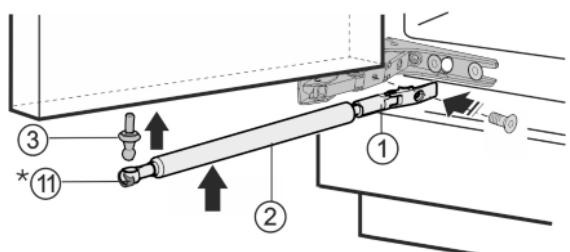

Fig. 6
- ▶ Завинтите шаровую головку Fig. 6 (3) в новое крепежное отверстие (**с моментом 4 Нм**) (Torx® 25).
- ▶ Снова сдвиньте натяжную пружину Fig. 6 (11) внутрь.*
- ▶ Закрутите держатель Fig. 6 (1) (**с усилием 3 Нм**).
- ▶ Вставьте амортизатор закрывания дверей Fig. 6 (2) в шаровую головку.